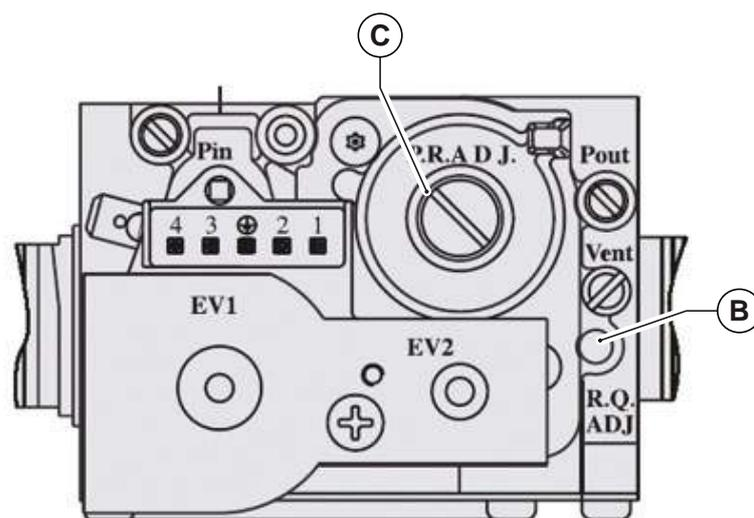

Fig. 31 Regolazione valore anidride carbonica
- Regolare il valore dell'anidride carbonica (CO2) nei fumi ruotando il regolatore di rapporto **B** (vedi Fig. 31 Regolazione valore anidride carbonica) e assicurarsi che rientri nei limiti della Tab. 13 Valori di CO2 nei fumi. Lasciare la caldaia in modalità spazzacamino e portarsi al passo successivo di regolazione alla potenza minima.
- Regolare il valore dell'anidride carbonica (CO2) nei fumi ruotando il regolatore di offset **C** (vedi Fig. 31 Regolazione valore anidride carbonica) e assicurarsi che rientri nei limiti della Tab. 13 Valori di CO2 nei fumi.